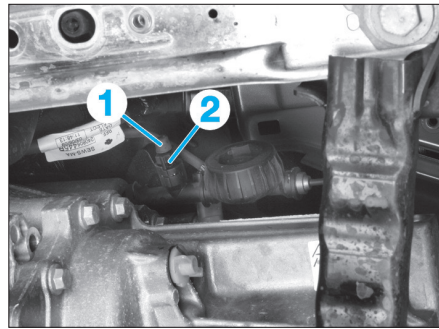

FIG. 8
- Déposer le bouchon de purge (1) (Fig.8).
- Tourner le robinet (2) d'un demi-tour dans le sens antihoraire.
- Déposer le bouchon du purgeur (1) du cylindre récepteur sur la boîte de vitesses (Fig.8).
- Tourner le purgeur (2) jusqu'en butée.
- Fermer la vis de purge (2).
- Tourner l'orifice de purge (2) jusqu'en butée.
- Fermer l'orifice de purge (2).
- Reposer le bouchon de purge (1).